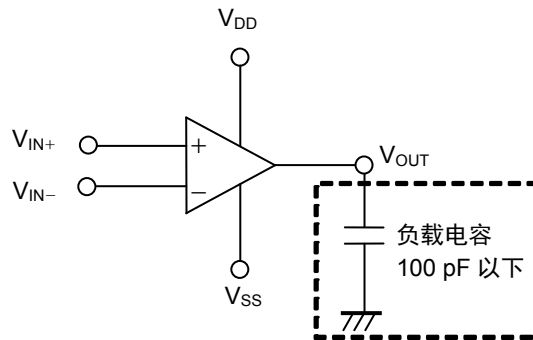
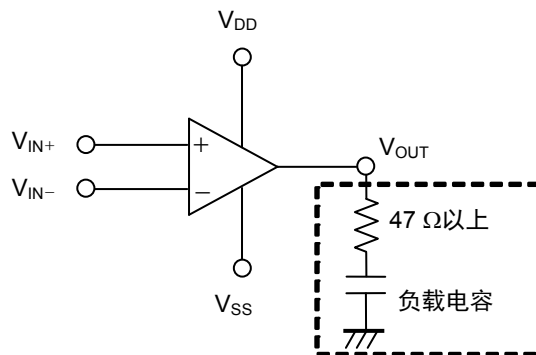
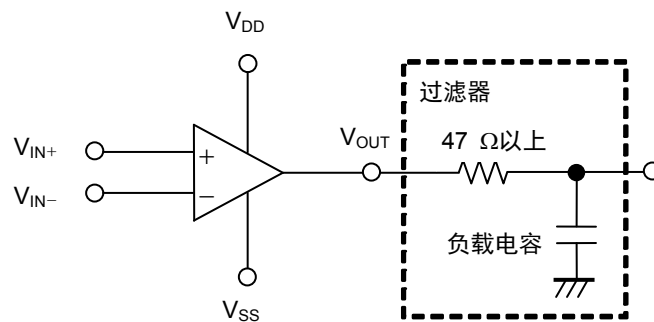

图 14
图 15
图 16
- 如图 14 所示，即使在输出端子上直接连接 100 pF 以下的负载电容，该 IC 依然可以稳定工作。连接了大于 100 pF 的较大负载电容时，如图 15 所示，需要插入 47 Ω 以上的电阻。另外，为防止噪音要连接过滤器时，如果使用大于 100 pF 的电容，则如图 16 所示，需要使用 47 Ω 以上的电阻。